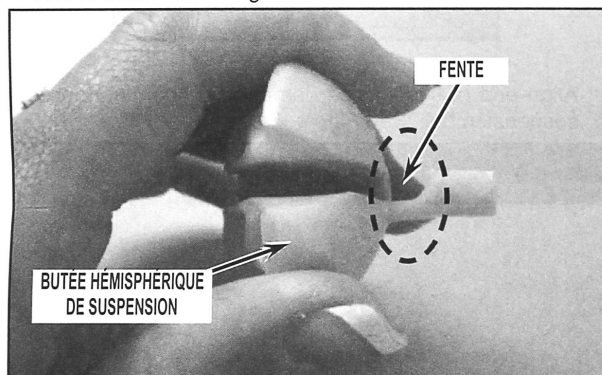

FIGURE 1
2. Tenir la butée hémisphérique de suspension sur le côté, fente vers le haut. Voir la *Figure 1*.